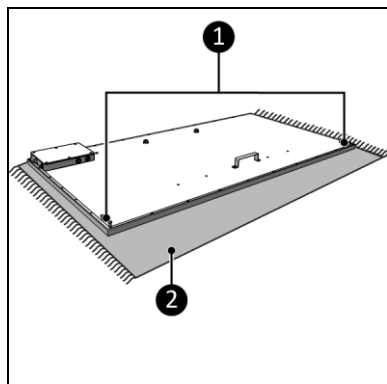

Figure 8
1. Posez l'appareil sur une surface douce et stable (figure 8, pos. 2).
2. Retirez les vis inférieures (4x) à l'arrière du chauffage (figure 8, pos. 1).